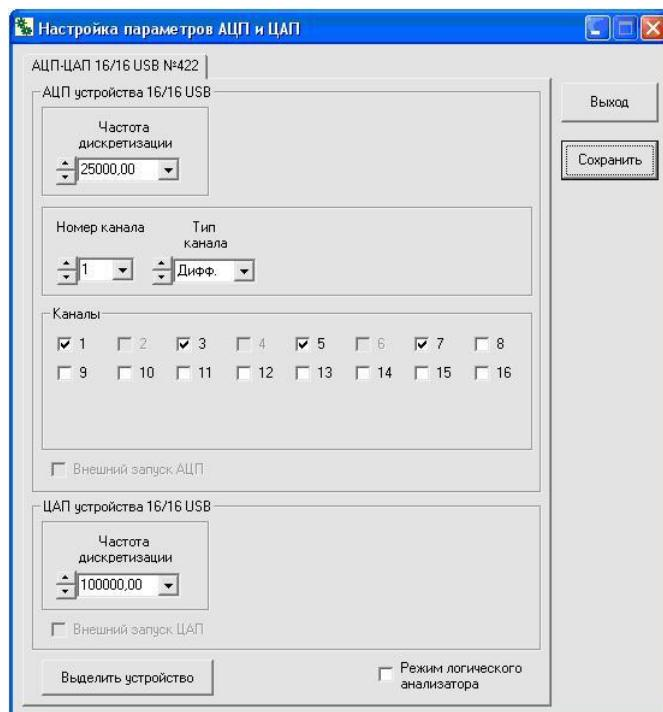

Рисунок 20.17
**стройка параметров АЦП и ЦАП**, после чего откроется рабочее окно программы **Настройка параметров АЦП и ЦАП** (рисунок 20.17). Программа **Настройка параметров АЦП и ЦАП** описана в пункте **4** настоящего **Руководства оператора**.